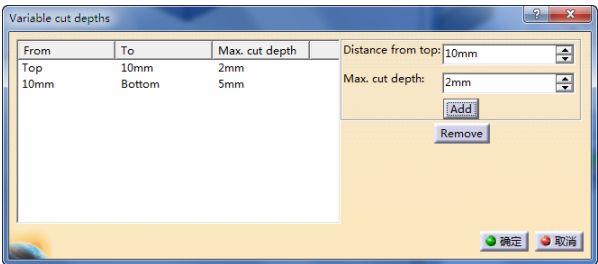

图 2-56 “Variable cut depths” 对话框
- “Variable cut depths”：单击 “Variable cut depths” 按钮，弹出 “Variable cut depths” 对话框，用于设置变化的切削深度，如图 2-56 所示。